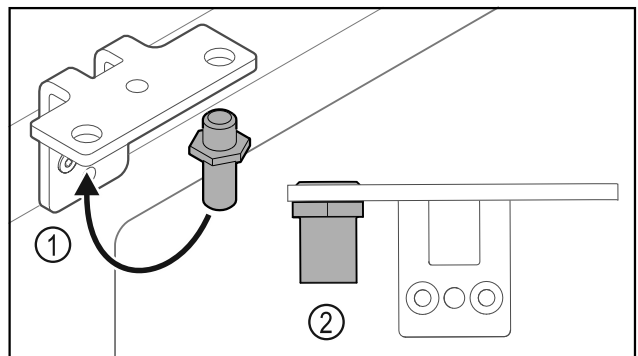

Fig. 33
- ▶ Μεταφέρετε τον πείρο Fig. 33 (1) στη γωνία μεντεσέ.
- ▶ Σφίξτε τον πείρο Fig. 33 (2) με ροπή 12 Nm.